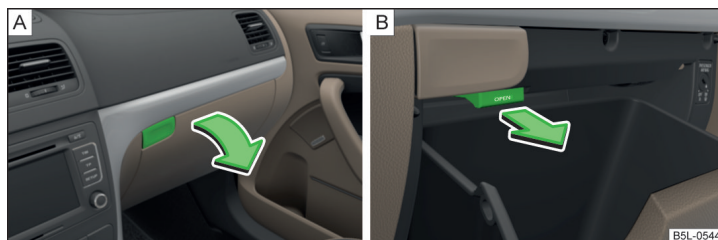

Fig. 88 Deschiderea compartimentului de depozitare/ deschiderea admisiei aerului
➤ Apăsați tasta » fig. 88 - [A].
- Admisia aerului se deschide trăgând maneta în sensul indicat de săgeată până la capăt » fig. 88 - [B].